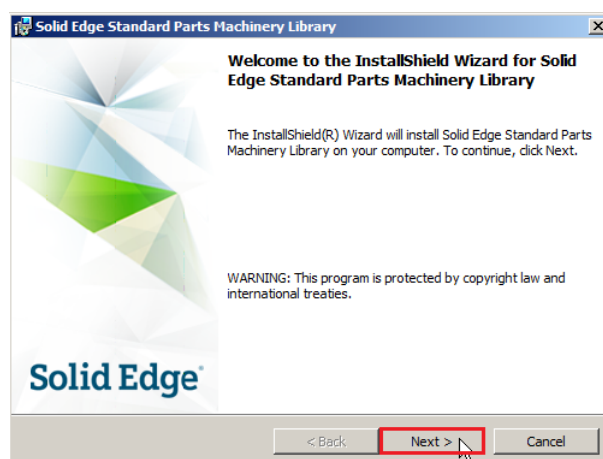
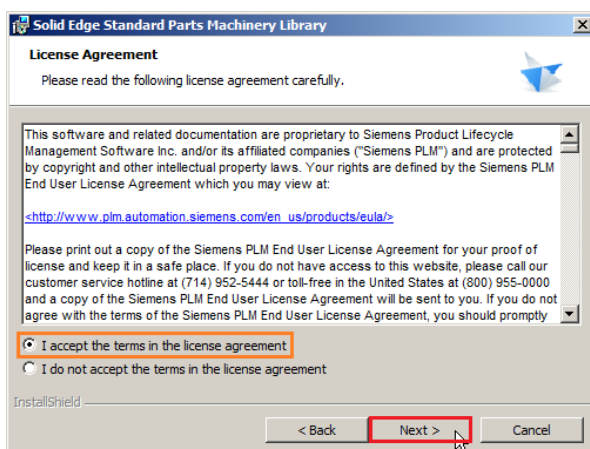
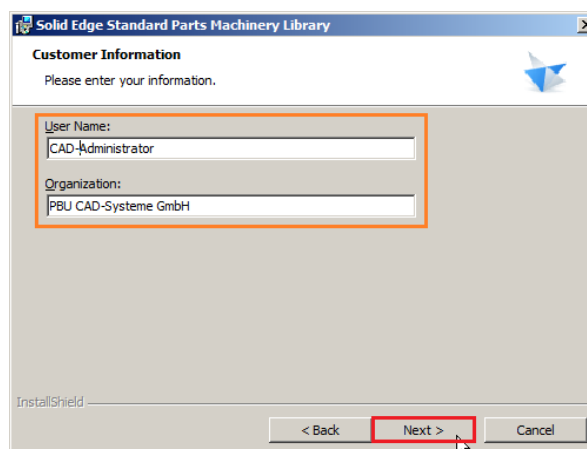

Abbildung 2
Abbildung 3
Abbildung 4
- 2.2. Fahren Sie mit der Installation fort (Abb. 2), akzeptieren Sie die Lizenzbedingungen (Abb. 3) und geben Sie Benutzernamen und Firmennamen – optional – ein (Abb. 4).